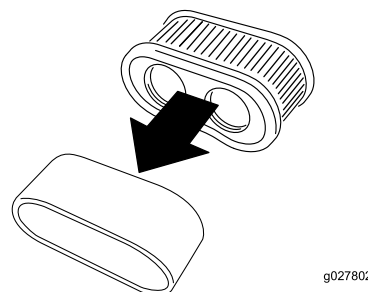

Figure 37
5. Séparez les éléments en mousse et en papier (Figure 37).